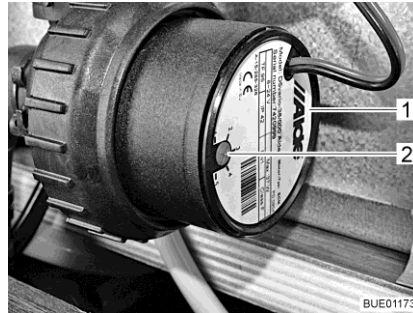

Bild 216 Drehzahlreduzierung
Mit dem Drehregler (Bild 216,2) kann die Drehzahl der Umwälzpumpe eingestellt werden. Bei reduzierter Drehzahl verringern sich die Laufgeräusche der Pumpe.
Der Drehregler befindet sich an der Umwälzpumpe (Bild 216,1).
- Den Drehregler (Bild 216,2) gegen den Uhrzeigersinn drehen. Die Leistung ist verringert.